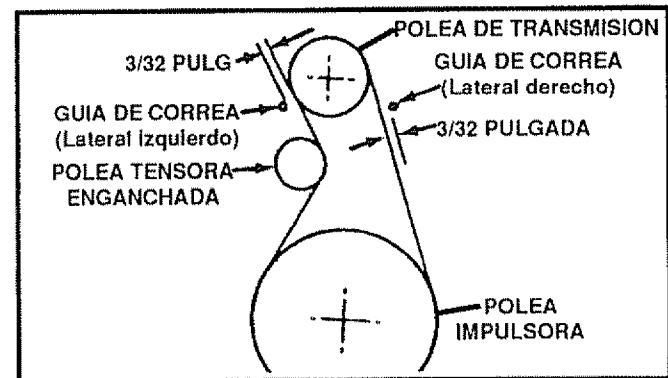

FIG. 30
- Afloje la tuerca de la polea tensora del barreno (vea la Fig 30) y aleje la polea de la correa
- Mida la distancia entre la correa y sus guías (vea la Fig 30 pagina 20). Esta distancia debe ser de 2.4 mm (3/32 pulgada) para cada guía